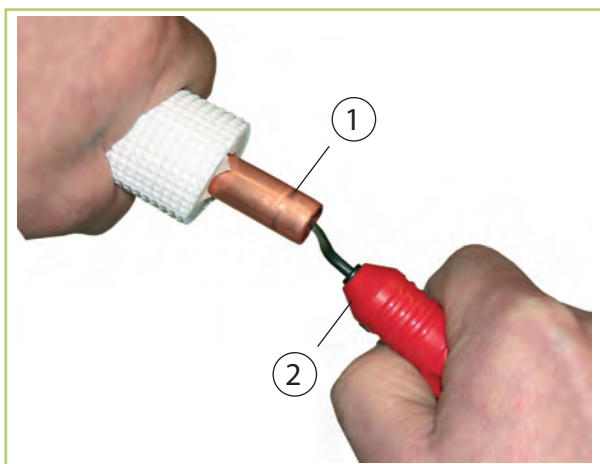
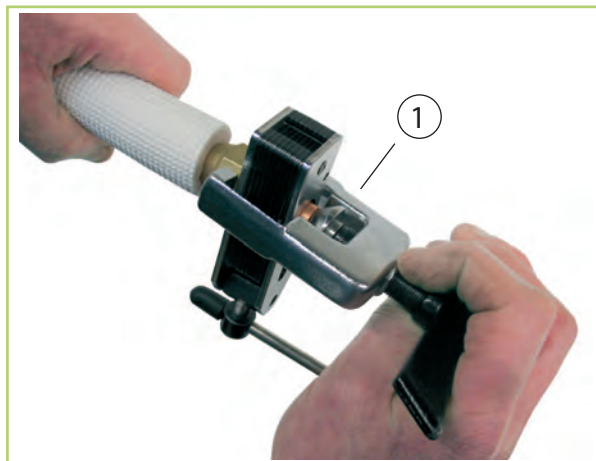

Abb. 22: Entgraten der Kältemittelleitung
Abb. 23: Bördeln der Kältemittelleitung
8. ➤ Bearbeiten Sie die verlegten Kältemittelleitungen wie im Folgenden dargestellt (Abb. 22 und Abb. 23).